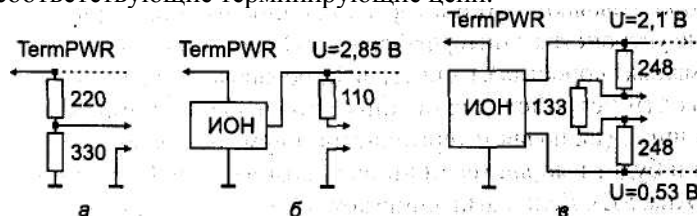

Рис. 5.4. Терминаторы SCSI: а — SE пассивные, б — SE активные, в — LVD'
проводам каждой пары. Варианты схем терминаторов для SE и LVD приведены на рис. 5.4, где изображены нагрузочные цепи для одной: сигнальной линии. Все терминаторы (не только «активные»!) нуждаются в питании; которое на них поступает по специальным линиям TERMPWR (+5В).
- ◆ *Пассивные терминаторы SE* (рис. 5.4, а) имеют импеданс 132 Ом, что плохо согласуется с ленточным кабелем шины. Эти терминаторы пригодны лишь для «обычного» интерфейса SCSI (скорость передачи до 5/10 Мбайт/с в «узком»/«широком» вариантах). Для Fast SCSI, Ultra SCSI и далее они непригодны.
- ◆ *Активные терминаторы SE* (рис. 5.4, б) имеют импеданс 110 Ом, что позволяет их использовать на более высоких скоростях в Fast SCSI; Их «активность» заключается лишь в наличии внутреннего источника опорного напряжения, (ИОН) +2,85 В, питающегося от тех же линий TermPWR. Микросхемы активных терминаторов имеют и электронные ключи, включенные последовательно в каждую линию. Ключи управляются общим сигналом, позволяющим включать-отключать терминатор.
- ◆ *Терминаторы для LVD* (рис. 5.4, в) имеют дифференциальной импеданс 105 Ом (линейный — 150 Ом). Здесь два источника опорных напряжений обеспечивают между прямым и обратным проводами смещение 112 мВ (в их пассивном состоянии).